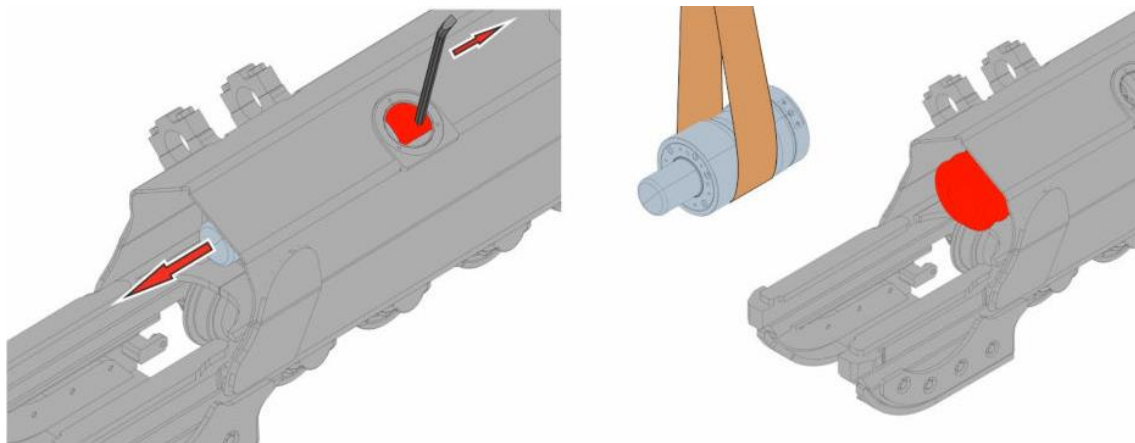

Рисунок 12.23. Демонтаж механизма натяжения
- Выдавить пружину наружу подходящим вспомогательным инструментом через отверстие пресс-масленки, рис. 12.23.
- Затем демонтировать механизм натяжения подходящим вспомогательным инструментом, рис. 12.23.